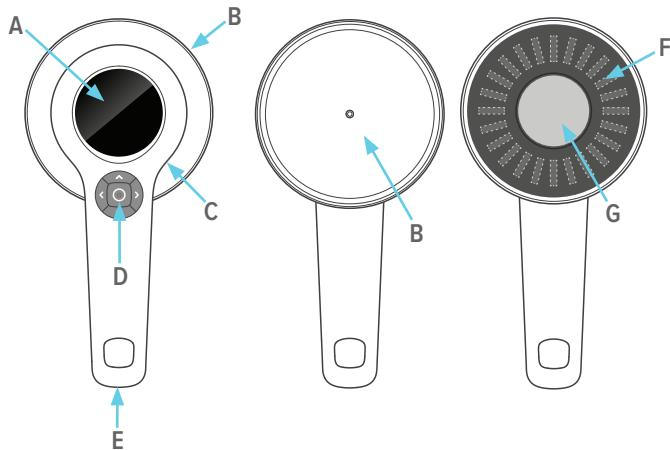

图 1. 仪器概述。**A:** 显示屏。**B:** 盖子。**C:** 充电器和计算机的 USB 接口。**D:** 按钮（中间、左、右、上、下）。**E:** 三脚架螺旋形接环。**F:** 碳纤维盖后面的固态传感器。**G:** 钢网后面的 Geiger-Müller pancake。
注意 Geiger-Müller pancake（第 144 页中的图 1 中的**G**）的入口窗口非常易碎，请勿触碰。Geiger-Müller pancake 对机械冲击也很敏感。
1. 拆下盖子。执行无盖测量时，有源传感器是Geiger-Müller pancake，第144页中的图1中的**G**。